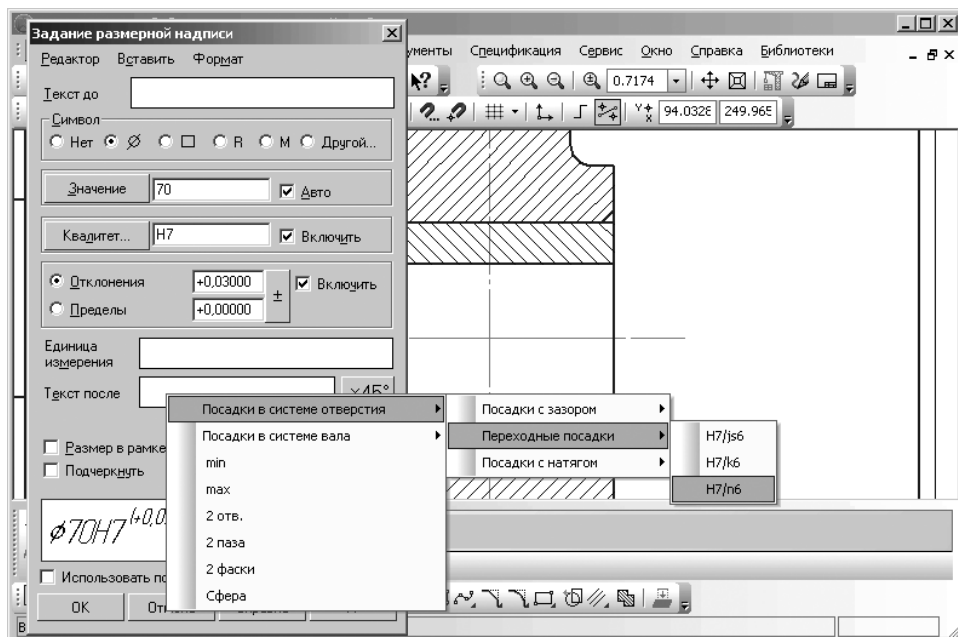

Рис. 6.9. Установка предельных отклонений деталей **Ролик** и **Втулка**, находящихся в сборочном чертеже
- щелкните в третьем всплывающем меню по третьему пункту $H7/p6$. После этого система может выглядеть так, как показана на рис. 6.9.